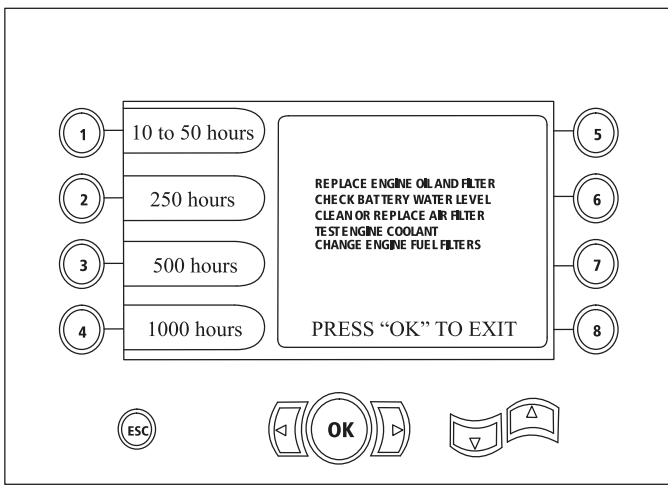

Figura 25
- Botón 2—Programa de mantenimiento de 250 horas (Figura 25)